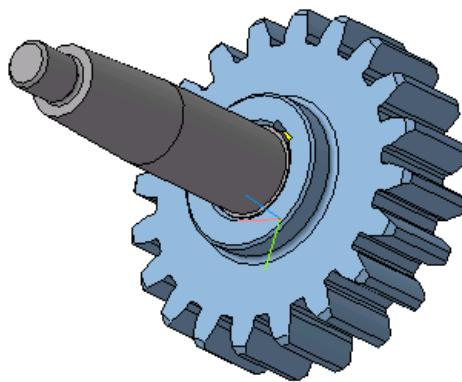

Рис. 6
18. Вызовите команду **На расстоянии**  . Укажите плоскую грань буртика вала и плоскую торцевую грань ступицы шестерни. В строке параметров в поле **Расстояние** задайте расстояние равное **0**. Нажмите на кнопку **Создать**. Результат установки шестерни показан на рис. 6.